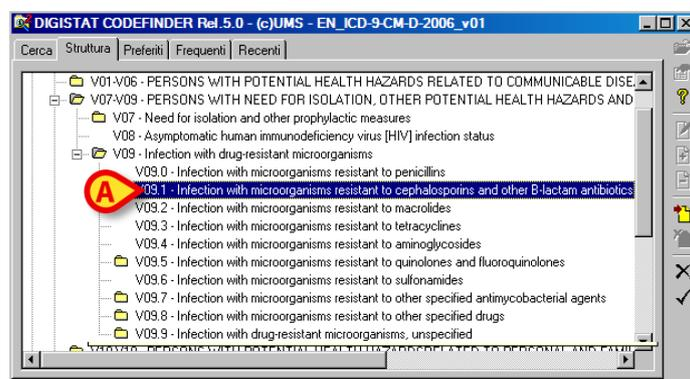
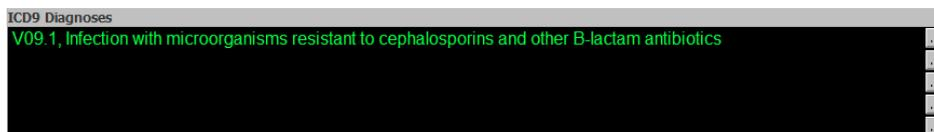

Fig 49
Fig 50
Si aprirà la finestra di “Codefinder” (Fig 49 A).
3. Fare doppio click sull'elemento da inserire (Fig 49 A). L'elemento apparirà all'interno del campo (Fig 50).